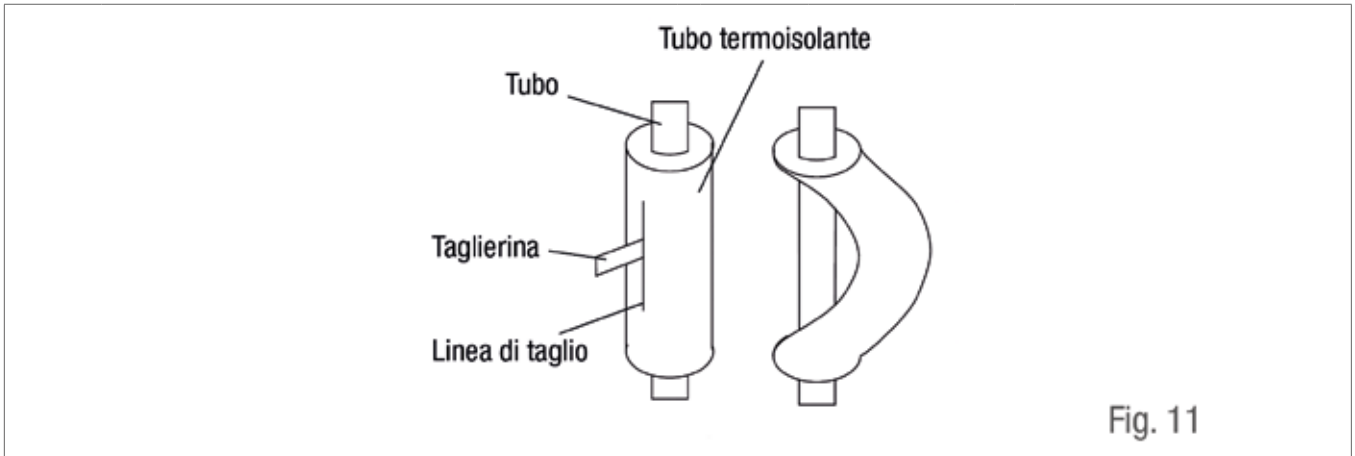

Fig. 11
4. Quando si piega il tubo, non piegarlo così com'è. Il tubo si spezzerà. In questo caso, tagliare il tubo termoisolante con un taglierina affilata come mostrato nella Fig. 11 e piegarlo dopo aver esposto il tubo. Dopo aver piegato il tubo come desiderato, assicurarsi di rimettere il tubo termoisolante sul tubo e fissarlo con del nastro adesivo.